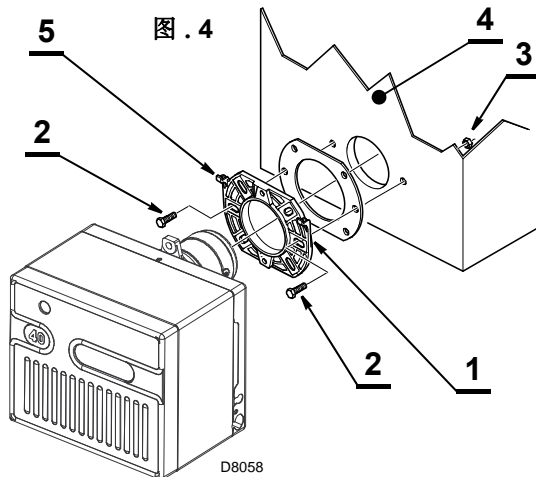

图 . 4
鋅 t 用螺钉 (2) 和 (必要时) 螺母 (3) 将法兰 (1) 固定至锅炉门 (4) 插入隔热衬垫 (5), (参见图 4).